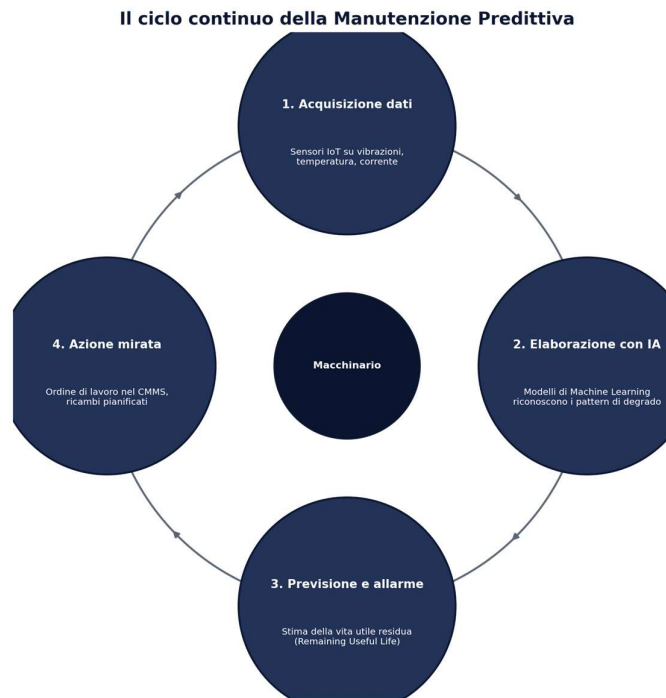

Figura 5 — Il ciclo continuo della Manutenzione Predittiva
- Figura 5 — Il ciclo continuo della Manutenzione Predittiva